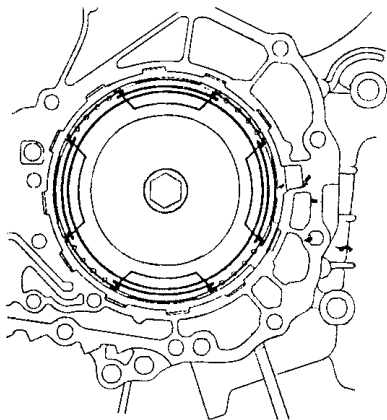

图 5-93 使用专用工具
29) 如图 5-93 所示，使用专用工具，压缩回位弹簧，然后拆卸卡环。确认将专用工具安装到倒档制动器回位弹簧上。